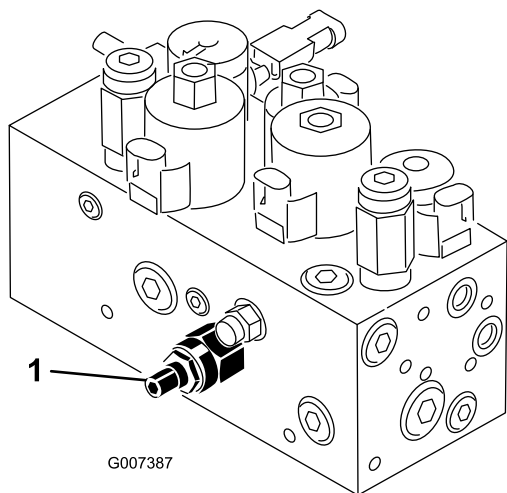

Figura 59
O circuito de elevação da unidade de corte encontra-se equipado com uma válvula de controlo de fluxo (Figura 59). Esta válvula é previamente configurada pelo fabricante, encontrando-se cerca de 3 voltas aberta, mas por vezes é necessário efectuar ajustes de modo a compensar diferenças na temperatura do óleo hidráulico, nas velocidades de corte, etc. Se for necessário algum ajuste proceda da seguinte forma:
1. Levante o banco e localize a válvula de controlo do fluxo (Figura 59) montada ao lado do cilindro hidráulico para o apoio central.